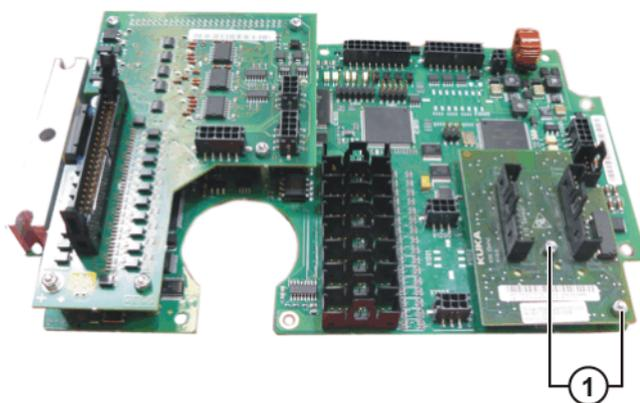

图 11-15: 更换 KSK 电路板
2. 取下 KSK 电路板的六角螺丝。( >>> 图 11-15 )